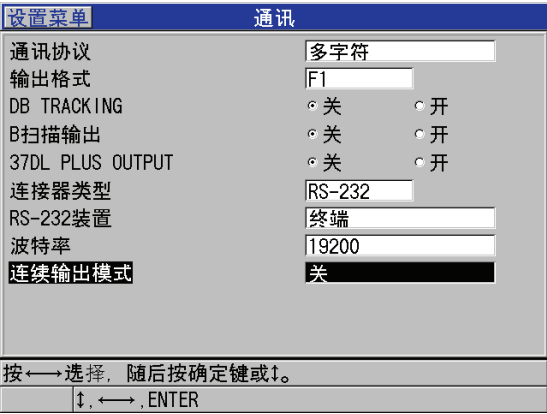

图 14-2 通讯参数视图
7. 在 **通讯** 屏幕上（参见第 219 页的图 14-2）：